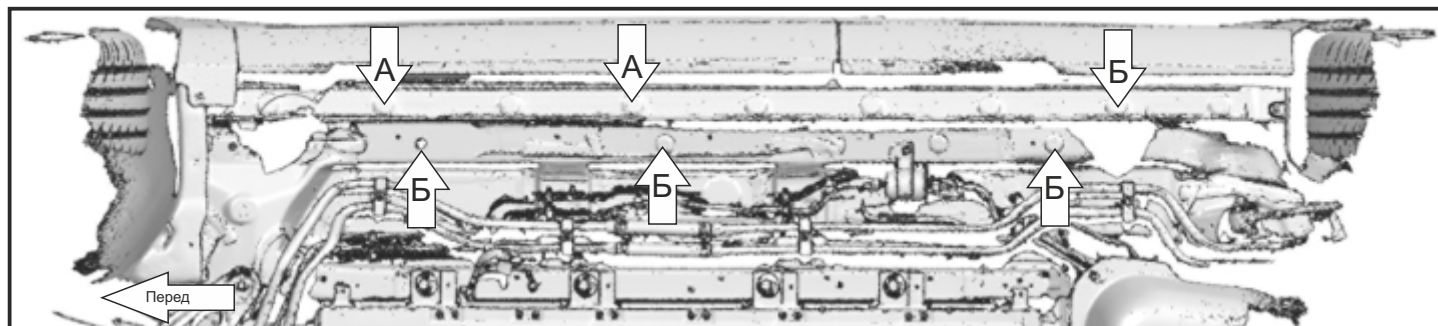

Рис. 2
2. Извлечь резиновые заглушки в передней, средней и задней частях порога. Установить закладные M8x54/27 (отв. А) и закладные M8x70/20 (отв. Б) (Рис. 2).